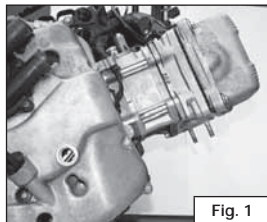

Fig. 1
- Pulire accuratamente il motore nella zona del cilindro e la testata con appropriati detergenti ed asciugare il tutto accuratamente (Fig. 1).
- Togliere il coperchio della testa avendo cura di non danneggiare la guarnizione di tenuta (Fig. 1).
- Togliere il tappo di ispezione posizionato affianco al tappo di controllo livello olio (Fig. 1).
- Carefully clean the engine, especially the cylinder area and the cylinder head, using an appropriate detergent and dry everything carefully (Fig. 1).
- Remove the cover from the head. Be careful not to damage the seals (Fig. 1).
- Remove the timing inspection plug that is next to the oil level dipstick (Fig.1).
- Nettoyez soigneusement le moteur surtout la zone du cylindre et la culasse à l'aide de produits détergents appropriés et essuyez le tout soigneusement (Fig. 1) .
- Enlevez le couvercle de la culasse en veillant à ne pas abimer le joint d'étanchéité (Fig. 1) .
- Enlever le bouchon d'inspection situé à côté du bouchon du contrôle de niveau (Fig. 1) .